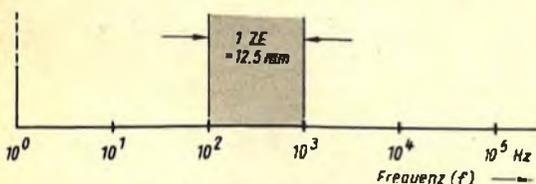

Bild 1.6. Logarithmisch geteilte Frequenzachse: eine Zeicheneinheit entspricht 12,5 mm
Entsprechend dem darzustellenden Bereich und der verfügbaren Zeichenfläche wählt man eine bestimmte Länge als Zeicheneinheit (ZE). Beim Weiterschreiten um eine ZE (z. B. 12,5 mm) verzehnfacht sich jeweils der angeschriebene Wert (Bild 1.6): Die Achse ist logarithmisch geteilt.